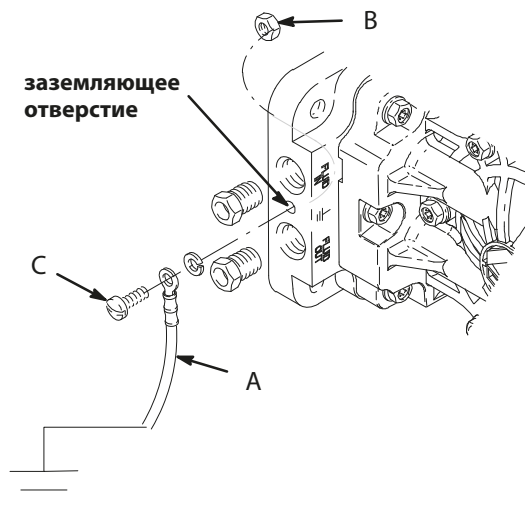

Рис. 1
Насосы из полипропилена и PVDF **не** проводят ток. При перекачивании токопроводящих легковоспламеняемых жидкостей **всегда** заземляйте всю гидравлическую систему, обеспечивая электрический путь к фактическому грунтовому заземлению. См. рис. 1. **Никогда** не используйте насос из полипропилена или PVDF с непроводящими ток горючими жидкостями согласно требованиям местных правил противопожарной безопасности. Проконсультируйтесь с поставщиком жидкости относительно ее токопроводности или удельного сопротивления.
Насос. Соедините провод заземления (A) и зажим, деталь № 222011. См. рис. 1. Точки заземления насоса находятся на коллекторе между впускным и выпускным отверстиями. Воспользуйтесь гайкой (B) и болтом (C), предоставляемыми вместе с насосом, и установите насос указанным ниже образом.